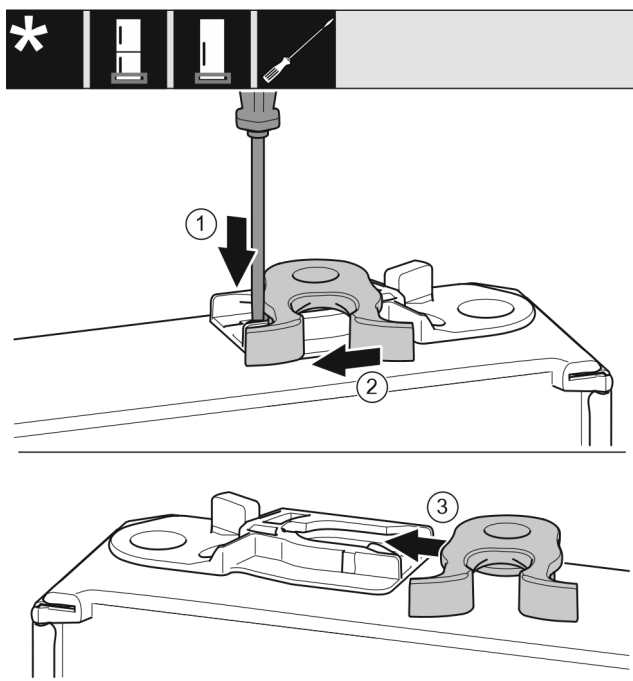

Fig. 17
- ▶ Plochým šroubovákem přitlačte lamelu dolů. Fig. 17 (1)
- ▶ Vytáhněte petlici z vedení. Fig. 17 (2)
- ▶ Petlici zasuňte do vedení na druhé straně. Fig. 17 (3)